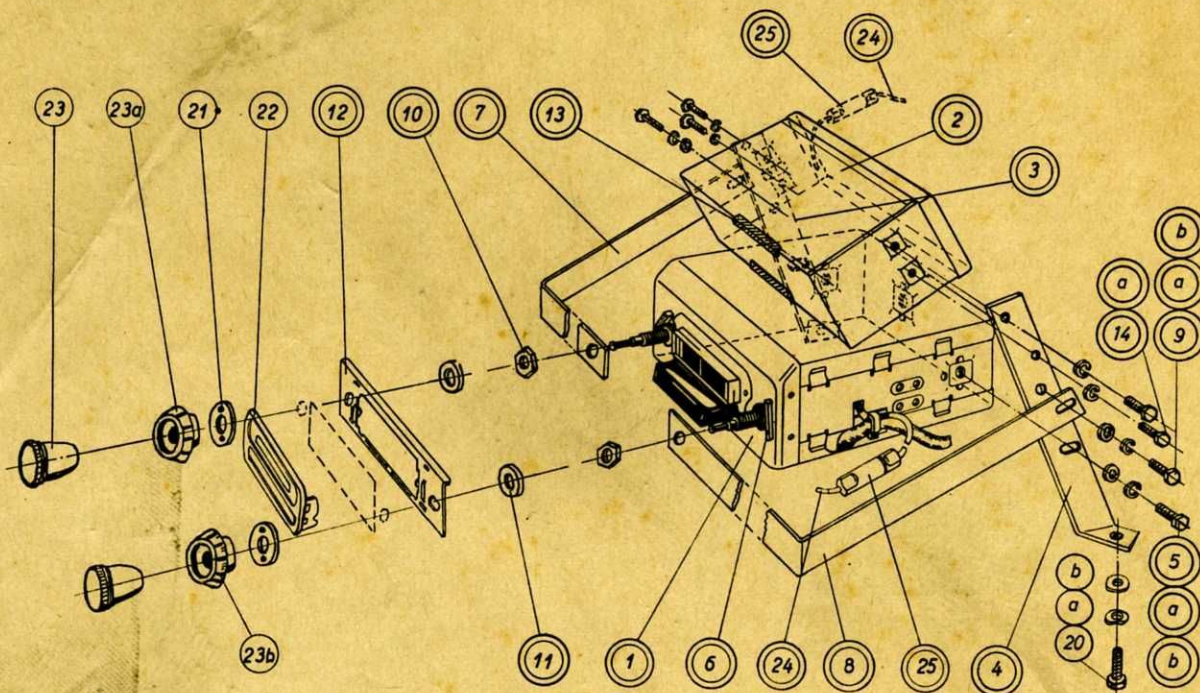

Fig. 1
Es ist zweckmäßig, am Empfänger und Stromversorger die Teile vor dem Einbau zu montieren, die in den Fig. 1, 2 und 7 durch 2 Kreise gekennzeichnet sind. Die durch einen Kreis gekennzeichneten Teile werden für den Einbau benötigt. Die Einzelteile sind in Tüten mit verschiedenfarbigem Aufdruck verpackt:
- Empfänger: Siehe Fig. 1.
- Filz- und Gummistreifen (6 und 13) nach Fig. 1 und 7 festkleben.